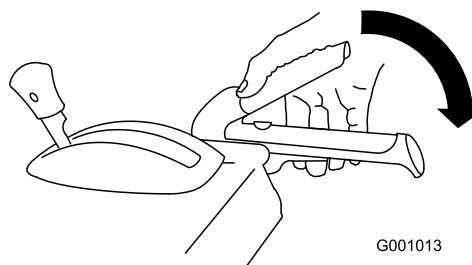

Figure 20
1. Pour engager la vis sans fin/turbine, serrez le levier droit (vis sans fin/turbine) contre la poignée (Figure 20).